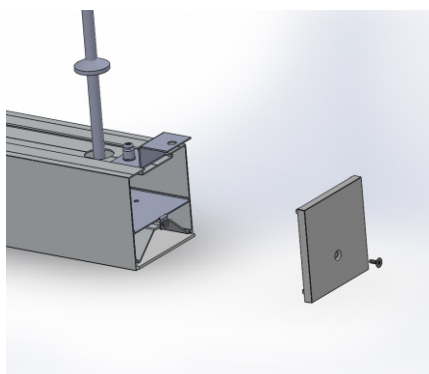

Рис.4
6. Завести пластину источника питания в корпус светильника. С помощью отвертки с крестообразным шлицом прикрутить торцевую, пластиковую заглушку винтом М4. (Рис.4)